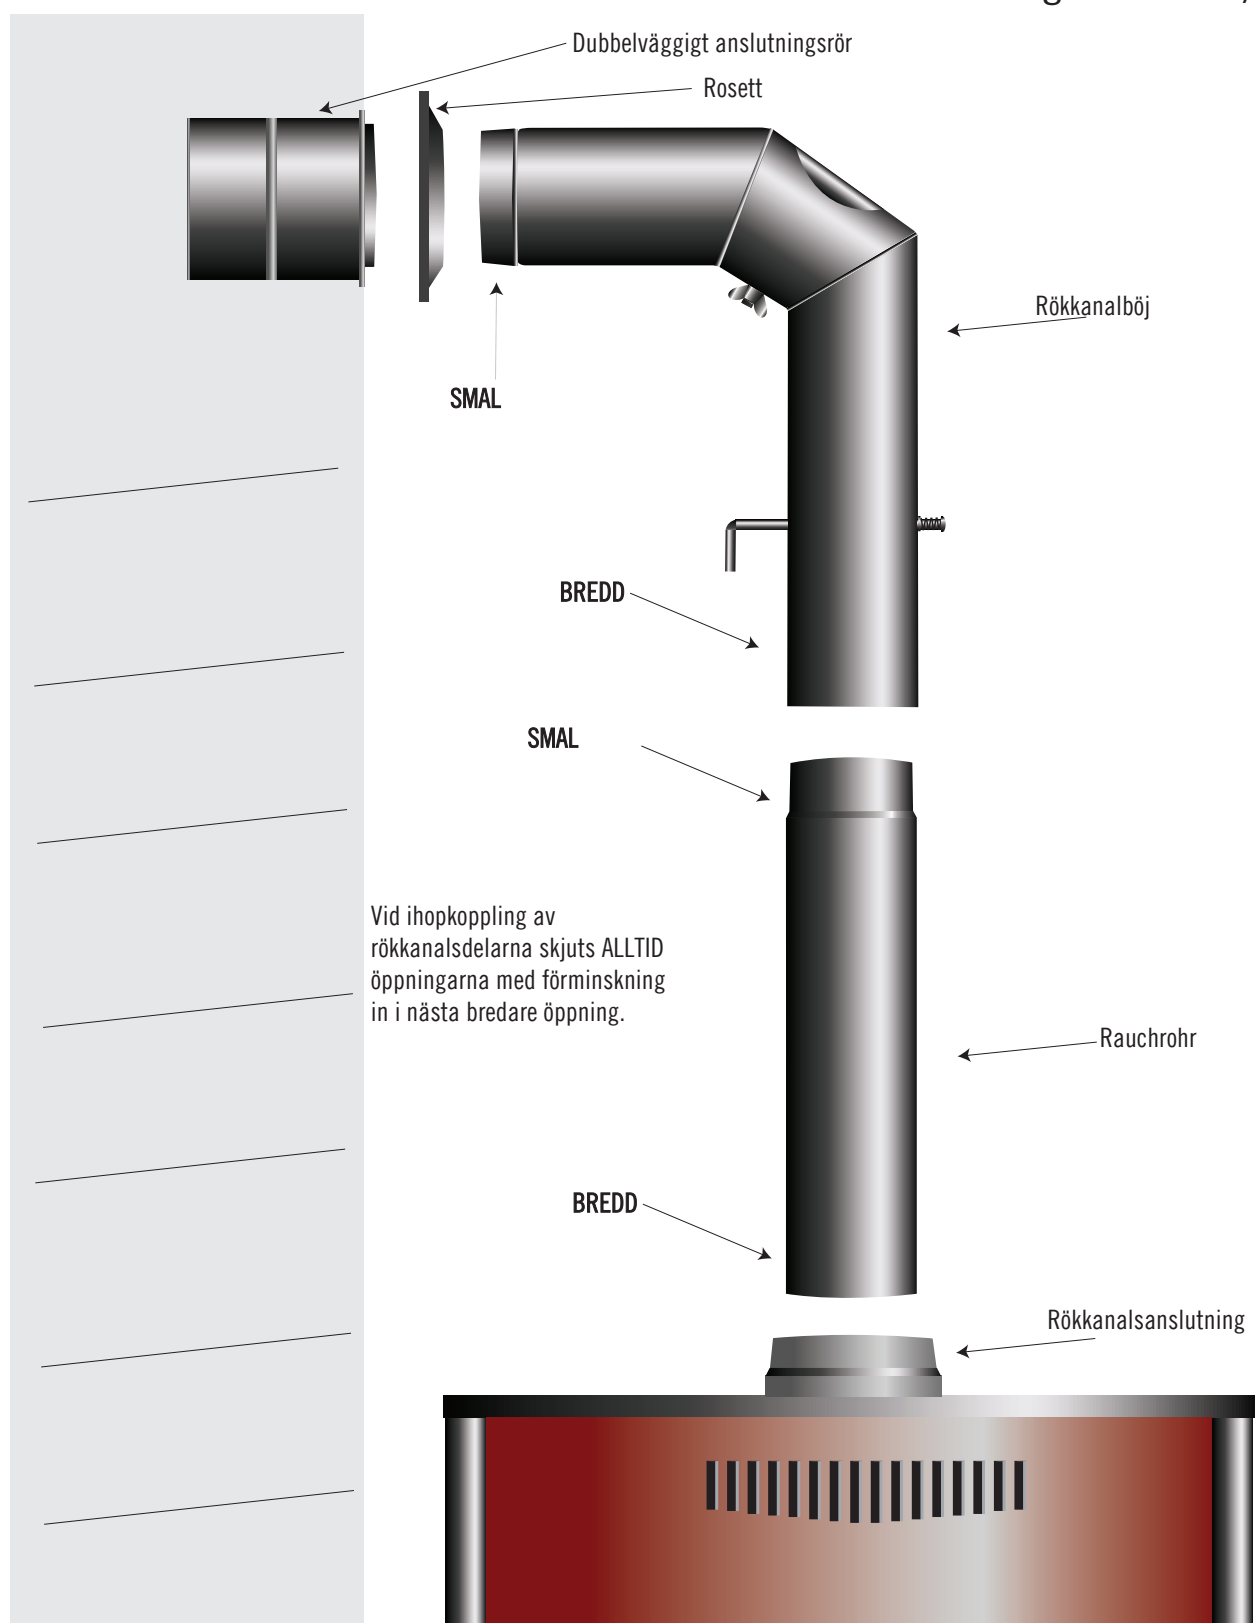

Bild 1: Anslutning av kaminspiisen till skorstenen
2. Bild 1 Anslutning av kaminen till skorstenen	Sida 70